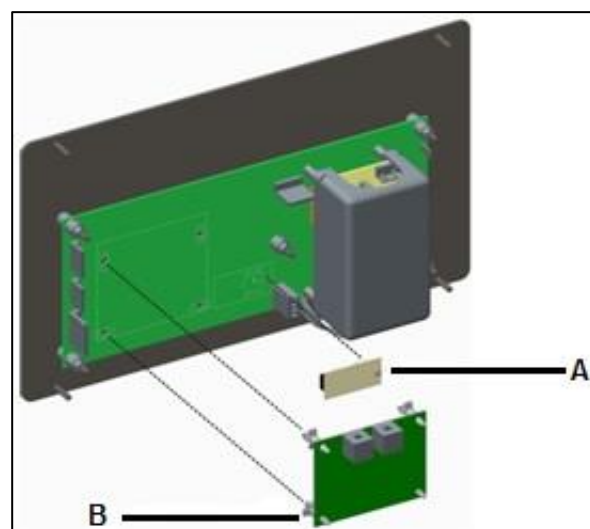

Fig. 3.3
5. Si la carte est équipée d'une carte de communication **B** (Fig.3.3) démontez-la et montez-la sur la nouvelle carte.